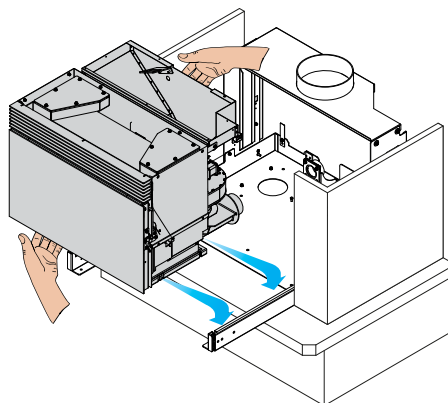

Abb. 6.1.10
- 10) Setzen Sie den Ofeneinsatz erneut auf die Schienen (Abb. 6.1.10)